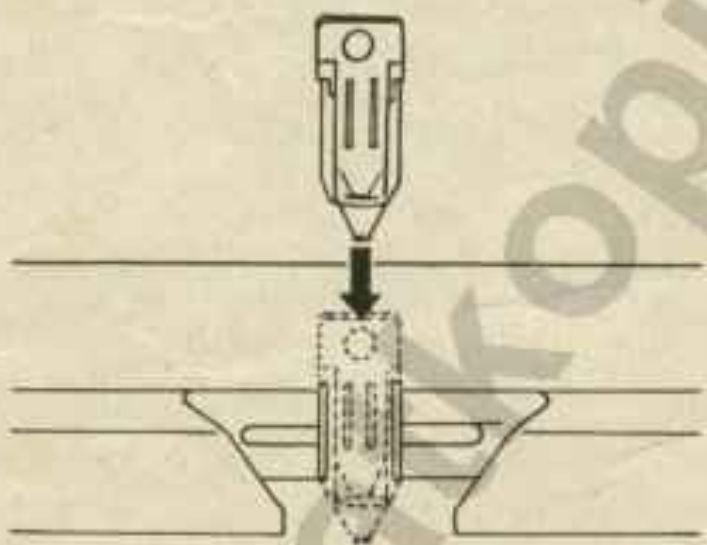

Fig. 18
**Nüsschen in den Nüsschenhalter am Schloss stecken,** Fig. 18